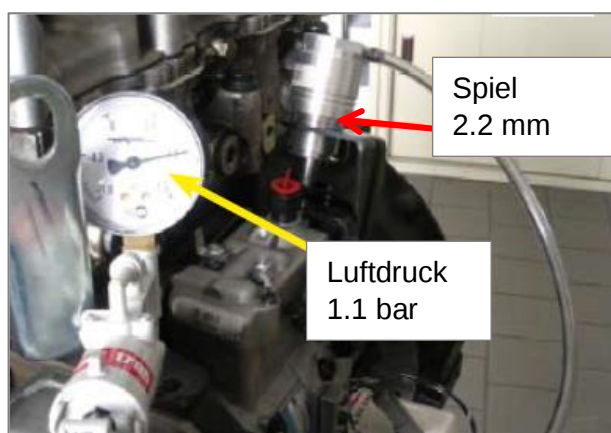

Abb. 7
- 2.2 Installieren Sie eine Luftdruckpumpe (Abb. 7) und geben Sie 1,1 bar Druck auf die LDA-Dose (C).